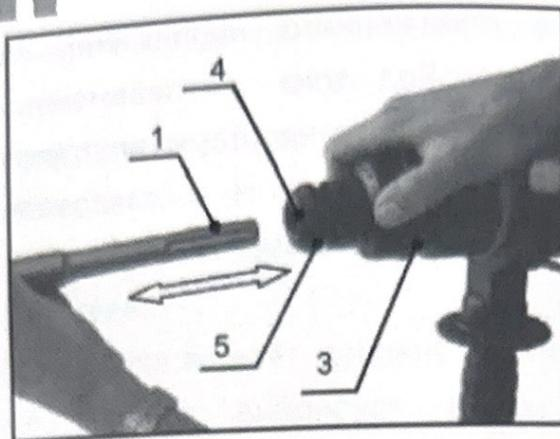

Рис. 3
2. Оттяните назад запорную втулку (поз.3, рис.3)
3. С одновременным вращением введите инструмент в инструментальное гнездо (поз.4, рис.3) до упора.
6. Проверьте, не повреждён ли пылезащитный колпак (поз.5, рис.3).
Для извлечения инструмента отведите запорную втулку (поз.3, рис.3) назад и вытащите инструмент.